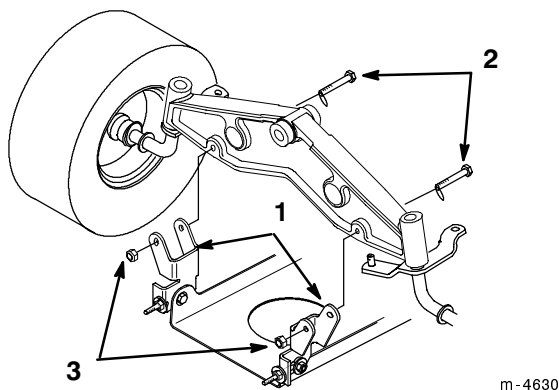

Bild 45
5. Montieren Sie die Schneidwerk-Schwenkbügel mit Schrauben und Sicherungsmuttern an der Vorderachse (Bild 45).